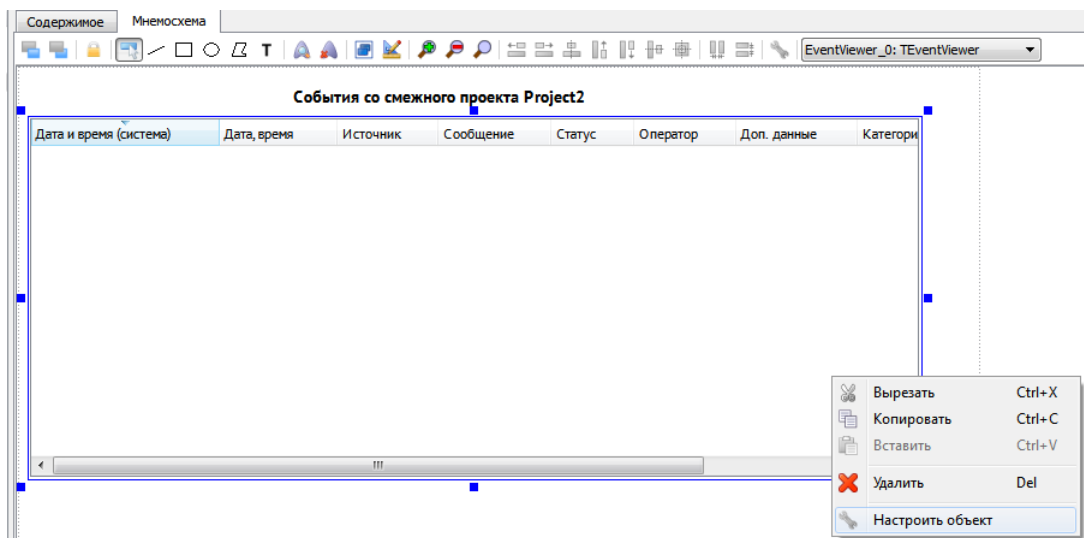

Рисунок 3.334 - Контекстное меню функционального блока EventViewer
- 2) Нажать правой кнопкой мыши на функциональный блок **EventViewer** и в появившемся контекстном меню выбрать пункт **Настроить объект** (см. рис. 3.334);